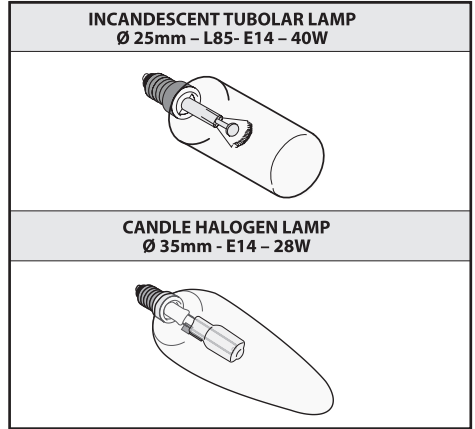

Fig.7
• **Sostituzione delle lampade a incandescenza/alogene (Fig.7):**